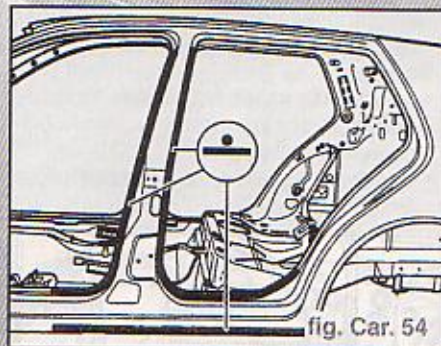

fig. Car. 54
- pointeuse électrique (fig. Car. 54)